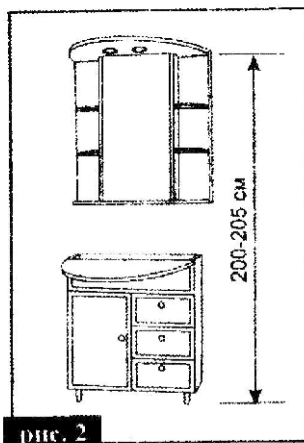

рис. 2
- Рекомендуем вешать зеркало так, чтобы его верхняя граница располагалась на высоте 200-205см (см. рис.2), а при использовании зеркала в комплекте со шкафом пеналом рекомендуем вешать зеркало так, что бы его верхняя граница совпадала с верхней полкой шкафа.